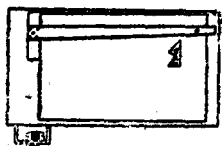

图 1
(1) 在工作前做好准备工作,把必須用的工具放在一定的地方(放在图板的右上角較為妥当,因为工具放在右上角不但拿时順手,而且在使用仪器时总是用右手的,(图1)。
(2) 摸清自己一天的工作量,把自己所認為一天內可以完成的一部分按照工作步驟进行工作,以免因无估計的工作而造成